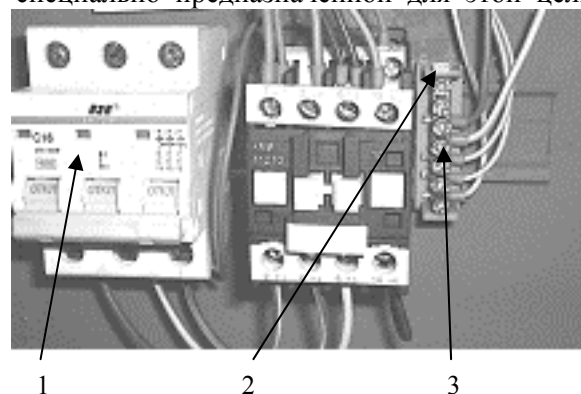

Рис.8. Фрагмент щита управления.
После заземления станка, подключите его к питающей электросети. Для этого (см. Рис.8.) фазные концы питающего кабеля подсоедините к вводу автоматическому выключателю (1) на его верхние губки а проводник нейтрали «N» к свободной клемме (2) специально предназначенной для этой цели клемной колодки (3). Для проверки правильности фазировки включите кратковременно торцовочный узел. Если зубья дисковой пилы будут вращаться сверху вниз значит елетросхема станка сфазирована правильно. В противном случае, необходимо поменять местами два любых фазных проводника на верхних губках автоматического выключателя.